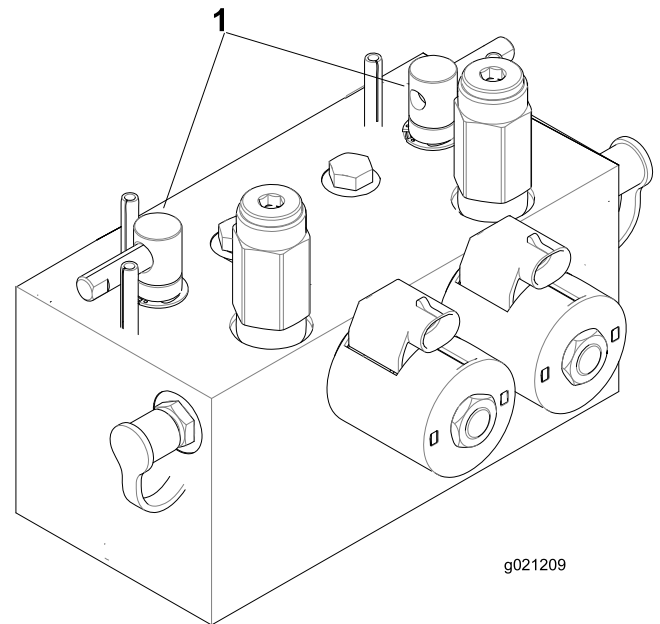

Bild 72
2. Entriegeln und klappen Sie den Sitz hoch, um die Läpphebel frei zu legen (Bild 72).
5. Wählen Sie entweder den vorderen, hinteren oder beide Läpphebel aus, um festzulegen, welche Geräte geläppt werden (Bild 72).